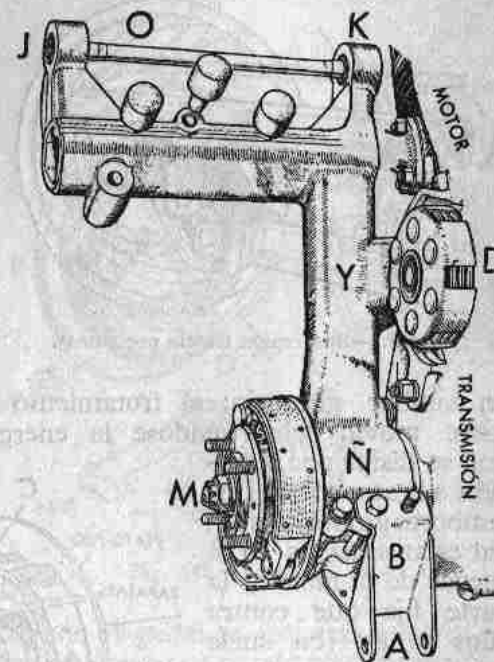

Fig. 335. — Suspensión oscilante trasera *Vespa* (véase la fig. 276-2).
*Suspensión Vespa*.—En la figura 276-2 se describió el conjunto «motor-transmisión-rueda». Este bloque se articula al bastidor (fig. 335) por medio de una pieza *JA*: el eje *M* de la rueda trasera pasa por dentro de *N*, el bloque citado se apoya por su centro en el brazo-soporte *Y*, y la pieza *JA* se articula al bastidor de la máquina por el eje *JK*, cuya charnela *O* es sobre la que oscila todo el bloque, en la cuantía impuesta por el resorte helicoidal *B* (fig. 276) y amortiguador hidráulico *A*, que se apoyan por arriba en el cuadro y por abajo en *B* y *A* (figura 335).